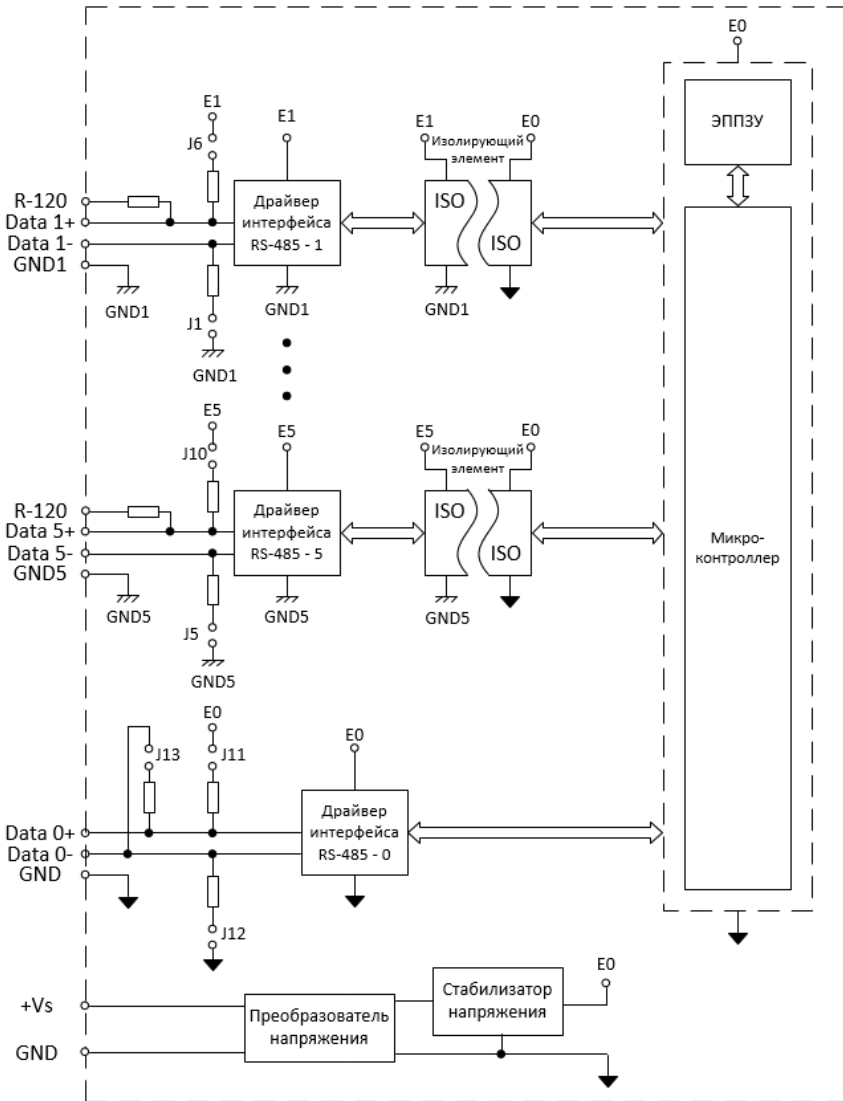
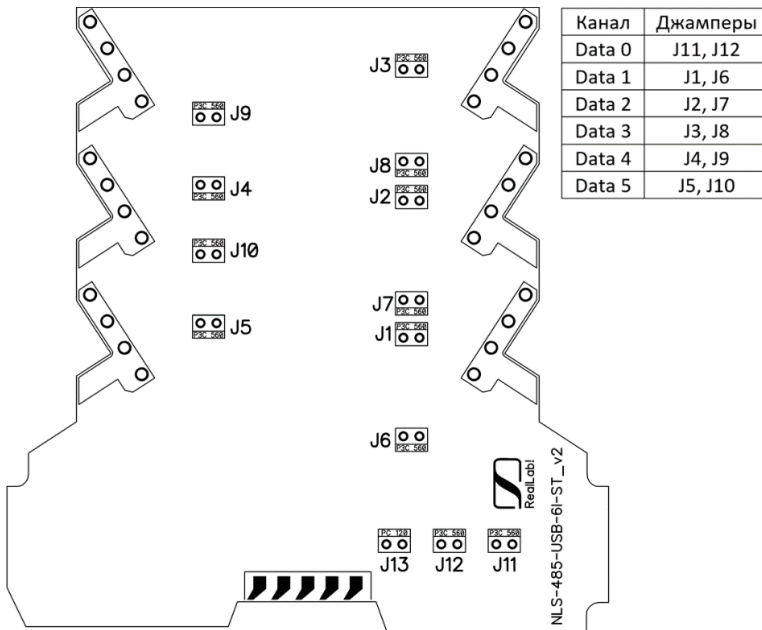

Рис. 3.1. Структурная схема модуля NLS-485C-5I-ST
Рис. 4.3. Расположение «джамперов» подключения резисторов подтяжки на плате модуля NLS-485C-5I-ST
- содержит на линиях разветвления RS-485 встроенный резистор для согласования выходного сопротивления с кабелем с волновым сопротивлением 120 Ом и резисторы смещения для устранения состояния неопределенности линии передачи (см. рис. 3.1);
Основой модуля NLS-485C-5I-ST (рис. 3.1) является микроконтроллер, обеспечивающий управление потоками данных между каналами. Схема питания модуля содержит преобразователь напряжения, позволяющий преобразовывать напряжение питания в диапазоне от +10 до +30 В, а также изолирующие элементы (цифровые изоляторы со встроенным DC/DC) для полной гальванической развязки каналов RS-485.
Каждый канал модуля имеет возможность подключения терминального резистора 120 Ом между линиями Data+ и Data- и резисторов подтяжки по питанию 560 Ом (Data+ к «+» питания, Data- к «земле»). Чтобы подключить терминальные резисторы на каналах Data1...Data5, достаточно соединить перемычкой клемму «R120» с клеммой «Data-» соответствующего канала. Как видно на структурной схеме, клемма Data+ соединена с терминальным резистором уже внутри модуля. Чтобы подключить терминальный резистор канала Data0 необходимо аккуратно разобрать корпус, предварительно сняв металлическую защелку (см. рис. 4.2), и установить «джампер» J13 (см. рис. 3.1). Аналогичным образом подключаются резисторы подтяжки к питанию по всем каналам – с помощью «джамперов» (рис. 4.3). По умолчанию все подтяжки и терминальные резисторы отключены.